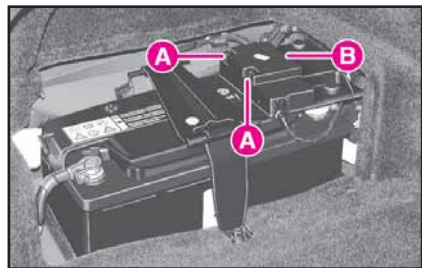

fig. 131
- 3) Presione las aletas **A** (fig. 131) y quite la tapa **B**.